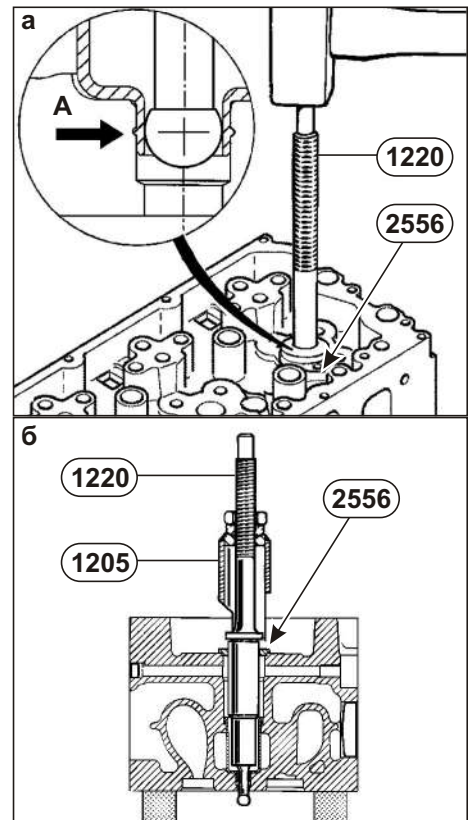

Рис. 59. Установка стакана форсунки.
5. Развальцевать в "А" (см. **Рис. 59а**), используя приспособление **1220**.
6. Убрать приспособление **1220**, используя приспособление **1205** (см. **Рис. 59б**).